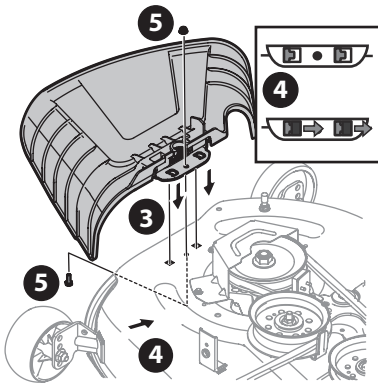

Fig. 9
- Placez le déflecteur de la goulotte d'éjection sur le plateau, veillez à insérer les languettes du déflecteur de la goulotte d'éjection dans les orifices du plateau (Fig. 9).
- Faites glisser le déflecteur de la goulotte d'éjection vers l'arrière du tracteur jusqu'à ce que le trou de boulon du déflecteur de la goulotte d'éjection soit dans l'alignement du trou du plateau (Fig. 9).